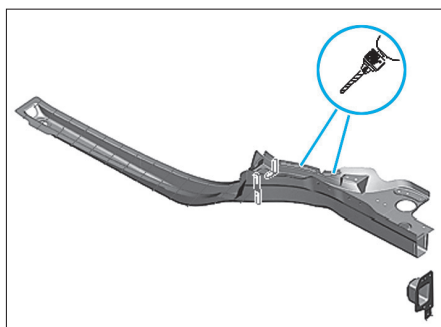

FIG. 21
- Préparer les zones d'accostage et couper la nouvelle pièce (Fig.21).